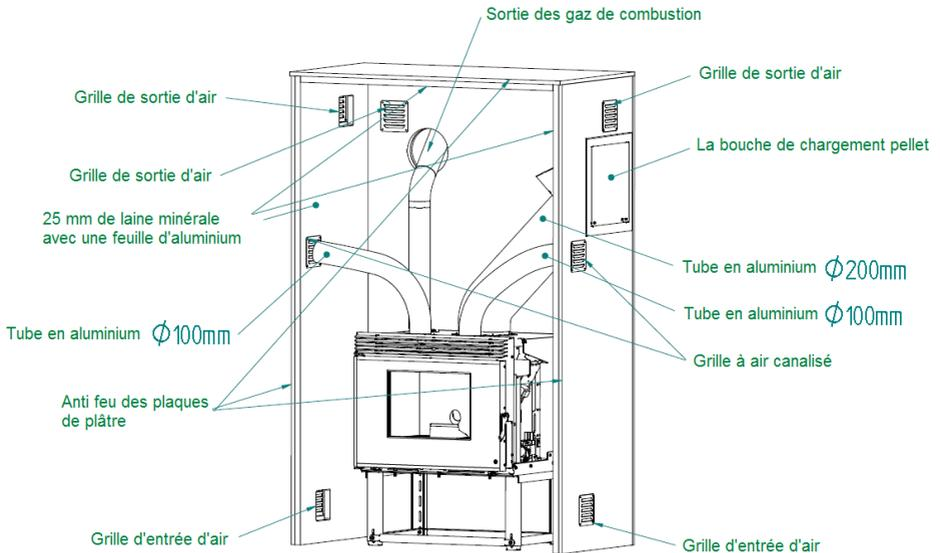

Figure 19 – Schéma d'installation d'un insert WIND avec air canalisé
- Dans l'exemple d'installation (Figure 19), on peut voir que les tuyaux sont placés pour canaliser de l'air chaud dans la pièce où l'insert est installé, mais ils pourraient être installés pour amener de l'air chaud dans des pièces voisines. La longueur maximale des tuyaux sans ajout d'un ventilateur est de l'ordre de 3-4m.